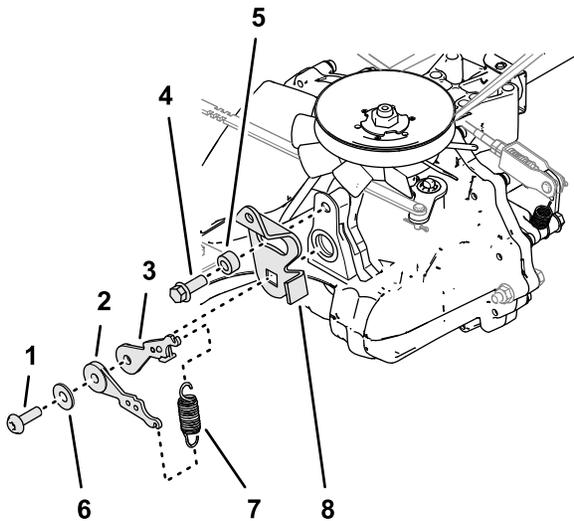

Bild 26
- Entfernen Sie die Schraube (5/16" x 3/4"), mit welcher die Buchse am Getriebegehäuse befestigt ist, und entfernen Sie die Buchse (Bild 26).
- Entfernen Sie die Feder vom oberen und unteren bidirektionalen Arm (Bild 26).
- Entfernen Sie die Schraube (5/16" x 3/4"), mit welcher der obere und untere bidirektionale Arm sowie der Rückführ-Steuerarm am Getriebegehäuse befestigt ist, und entfernen Sie die Arme (Bild 26).